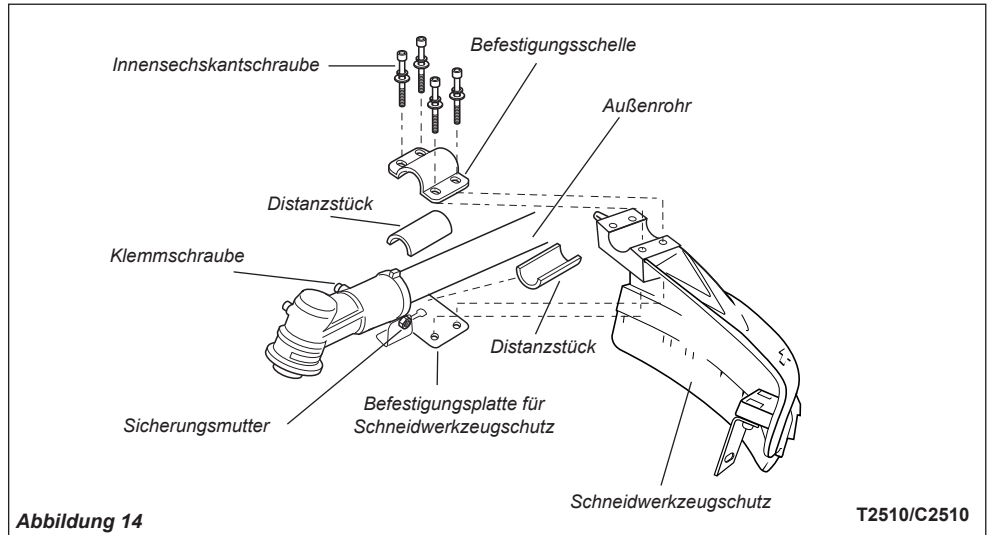

Abbildung 14
1. Positionieren Sie den Schneidwerkzeugschutz zwischen dem Außenrohr und der Befestigungsplatte für den Schneidwerkzeugschutz. Siehe Abbildung 14.
2. Fügen Sie die zwei Distanzstücke zwischen Schutz und Außenrohr sowie zwischen Außenrohr und Befestigungsschelle ein, und setzen Sie die vier Innensechskantschrauben ein. Siehe Abbildung 14.